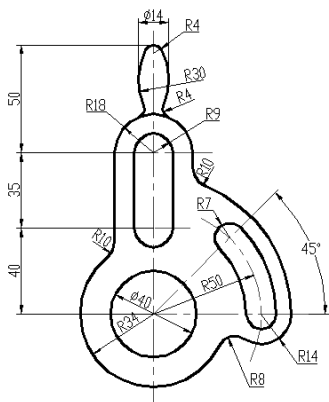
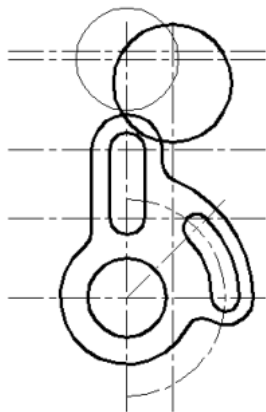

图 5-129 挂轮架
图 5-130 绘制圆
- (1) 单击“图层”工具栏中的“图层特性管理器”按钮, 设置三个图层。
- (2) 单击“绘图”工栏中的“直线”按钮, 绘制中心线。
- (3) 单击“绘图”工栏中的“直线”按钮和“圆”按钮, 绘制部分轮廓线。
- (4) 单击“修改”工具栏中的“圆角”按钮, 进行圆角处理。
- (5) 单击“绘图”工栏中的“直线”按钮, 绘制螺孔线。
- (6) 单击“修改”工具栏中的“镜像”按钮, 对左端局部结构进行镜像。
**实验4 绘制如图 5-129 所示的挂轮架。****操作提示:**
- (1) 单击“图层”工具栏中的“图层特性管理器”按钮, 设置图层。
- (2) 单击“绘图”工栏中的“直线”按钮、“圆”按钮和单击“修改”工栏中的“偏移”按钮、“修剪”按钮, 绘制中心线,
(3) 单击“绘图”工栏中的“直线”按钮、“圆”按钮和单击“修改”工栏中的“偏移”按钮, 绘制挂轮架的中间部分。
(4) 单击“绘图”工具栏中的“圆弧”按钮和单击“修改”工具栏中的“圆角”按钮、“修剪”按钮, 继续绘制挂轮架中部图形。
(5) 单击“绘图”工具栏中的“圆弧”按钮、“圆”按钮, 绘制挂轮架右部。
(6) 单击“修改”工具栏中的“修剪”按钮、“圆角”按钮, 修剪与倒圆角。
(7) 单击“修改”工栏中的“偏移”按钮和单击“绘图”工具栏中的“圆”按钮, 绘制 R30 圆弧。在这里为了找到 R30 圆弧圆心, 需要以 23 为距离向右偏移竖直对称中心线, 并捕捉图 5-130 上边第二条水平中心线与竖直中心线的交点为圆心, 绘制 R26 辅助圆, 以所偏移中心线与辅助圆交点为 R30 圆弧圆心。